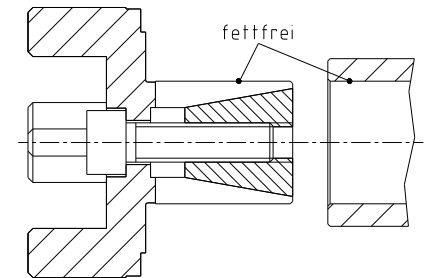

Bild 25: Reinigen der Spreiznabe und Hohlwelle
- Innendurchmesser der Hohlwelle und Außenkontaktfläche der Spreiznabe reinigen und entfetten (siehe Bild 25).